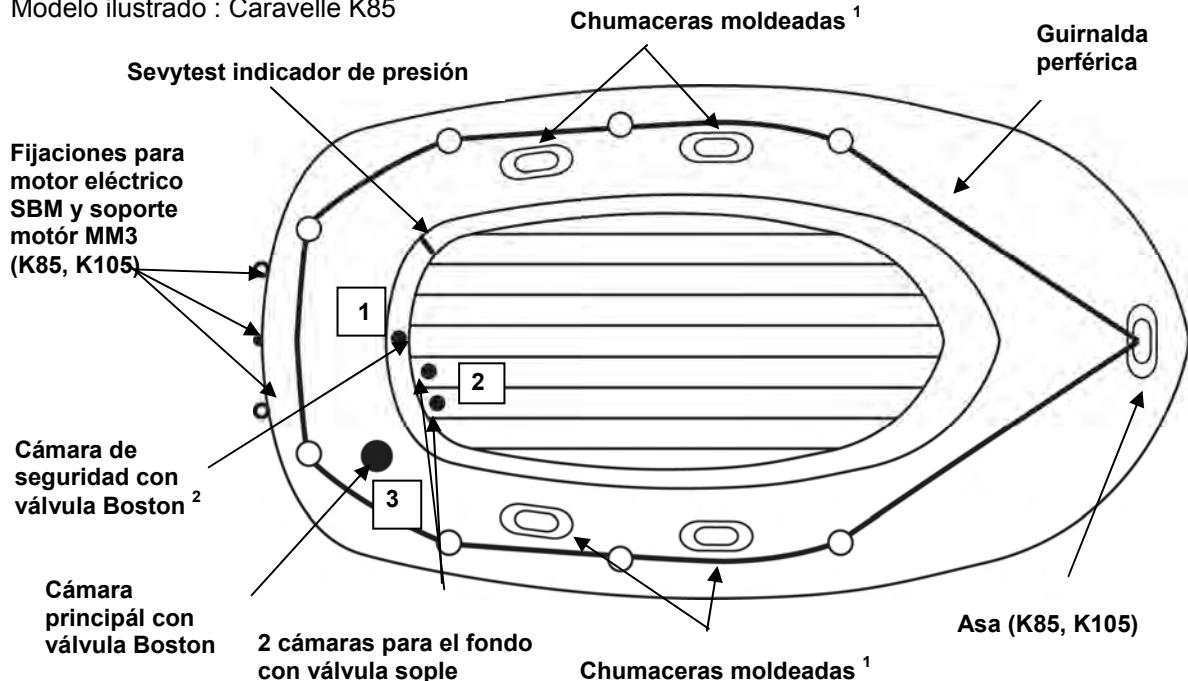

Figura 1
- a) Válvula(s) Boston (ver ilustración): para hinchar, quite el tapón de la válvula (1) ; enrosque el cuerpo de la válvula (2) en la base de la válvula (3), sobre el flotador ; verifique que el tapón sigue siendo accesible. Inserte la extremidad del tubo del hinchador en la válvula. Hinche el flotador hasta la presión requerida (ver punto 3). Al terminar el inflado, cierre la(s) válvula(s) con el tapón. **NOTA:** es normal comprobar un ligero escape de aire antes de apretar el tapón de una válvula. **Unicamente los tapones aseguran la ESTANQUEIDAD FINAL.**
2. Hinche el producto siguiendo el orden de hinchado indicado en la placa de identidad imprimida sobre el producto (referirse tambien la figura 1, numeración de las válvulas).
3. Presión requerida : la presión de utilización es de 0,06 bar (= 60 mbar). No superarla. El producto está equipado con un SEVYTEST, una escala de expansión que muestra hasta qué punto se puede hinchar. Hinche en primer lugar la cámara de seguridad (figura 1) hasta alcanzar la indicación "+" del Sevytest ; después, la cámara principal (figura 1) hasta alcanzar la indicación "-". **Sobrepresión** : deje escapar aire hasta alcanzar la presión requerida. **Poca presión** : vuelva a hinchar ligeramente. **NOTA** : después de numerosos hinchados, es posible que la indicación del SEVYTEST no vuelva a su posición inicial debido a un alargamiento del PVC bajo la influencia de la presión. Sin embargo permitirá verificar que la indicación permanece en la zona recomendada.